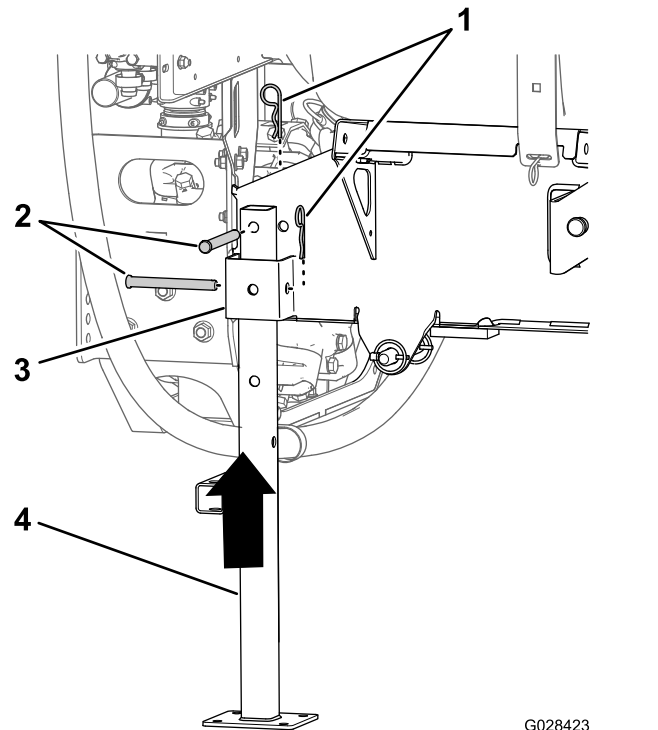

Figure 136
- Alignez le pied de support arrière sur le logement correspondant (Figure 136).
- Alignez le trou en haut du pied de support et le trou dans le cadre du patin de la cuve (Figure 136).
- Fixez le pied de support à son logement et au cadre à l'aide de 2 axes de chape ($\frac{1}{2}$ x $4\frac{1}{2}$ po) et 2 goupilles fendues ($\frac{5}{32}$ x $2\frac{5}{8}$ po), comme montré à la Figure 136.